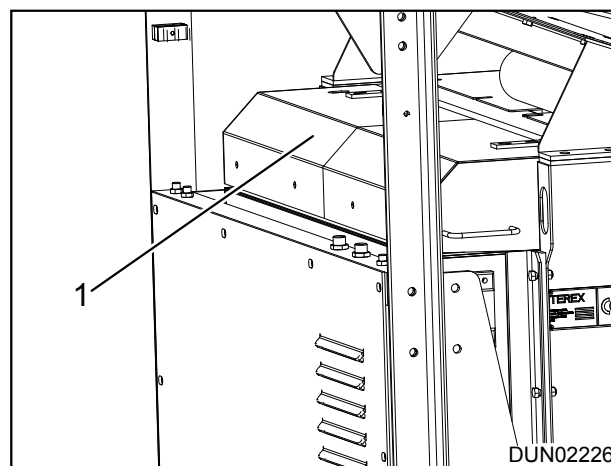

Figure 9.29 - Beschermkap van de hydraulische tank
3. Draai de toegangskappen voor de hydraulische tank (item 1) op het dak van het motorcompartiment aan de linker- en rechterkant open, zie afb. 9.29.